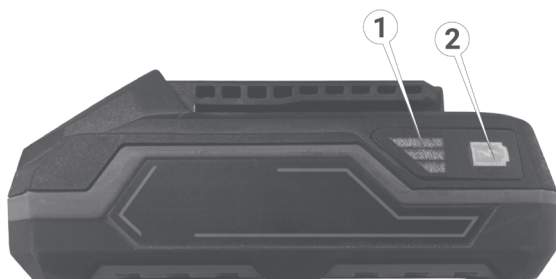

Рисунок 5. Схема перевірки рівня заряду акумуляторної батареї.
- Натиснути та утримувати кнопку акумулятора (2, рис. 5), що розташовується на верхній панелі акумулятора.
- Перевірити рівень зарядженості акумулятора. Під час утримання кнопки залежно від стану заряду батареї почнуть світитися відповідні індикатори (1, рис. 5).